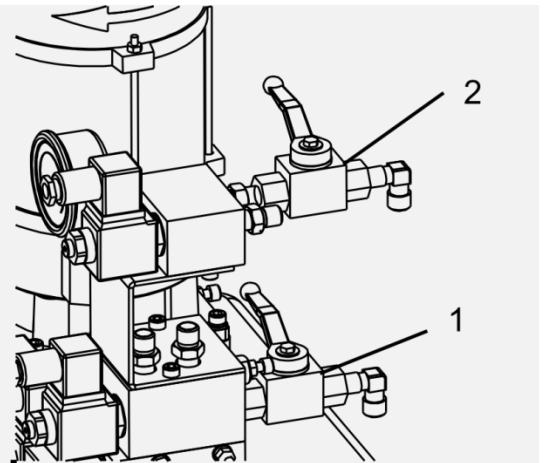

Рисунок 21
- Откройте переднюю крышку блока управления и закройте оба вентиля регулировки уровня (рис. 21).